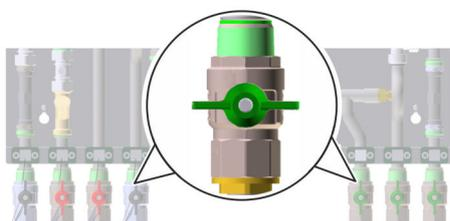

Abb. 81: Kugelhähne schließen
1. ➔ Alle Kugelhähne (Abb. 81) am Frischwarmwassermodul schließen.